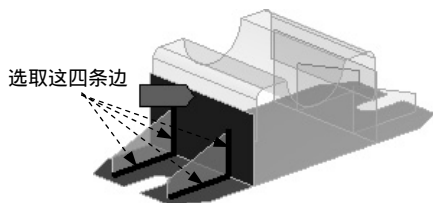

图 7.7.16 定义 Slave 几何对象
(3) 选择 Slave 几何对象。选择图 7.7.16 所示的四条边为 Slave 对象,单击 **Slave Geometry** 文本框中的 **Apply** 按钮确认。